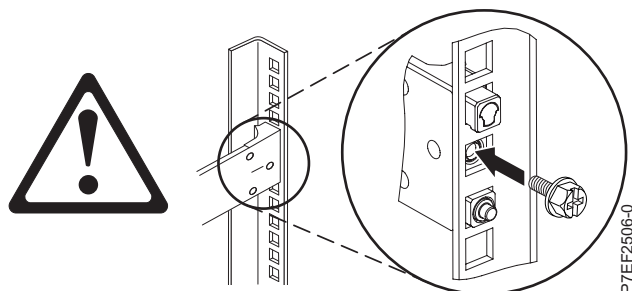

Figura 21. Reinstalando o Parafuso
4. Reinstale o parafuso que foi removido na etapa 2 na página 21, conforme mostrado na Figura 21.